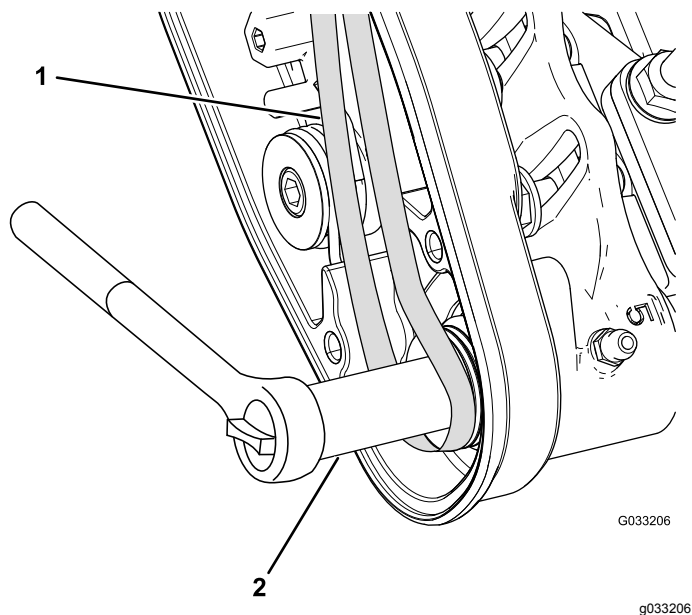

Figura 14
- Ligue a correia na polia acionada (Figura 14).
- Utilize uma chave de caixa profunda (9/16 pol.) para rodar o conjunto da escova e orientar a correia para a polia acionada (Figura 14).